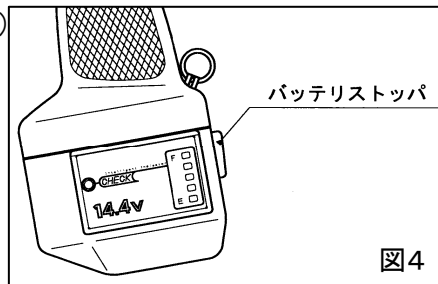

図4
1. バッテリストッパを押しながら抜き取ってください。(図4)